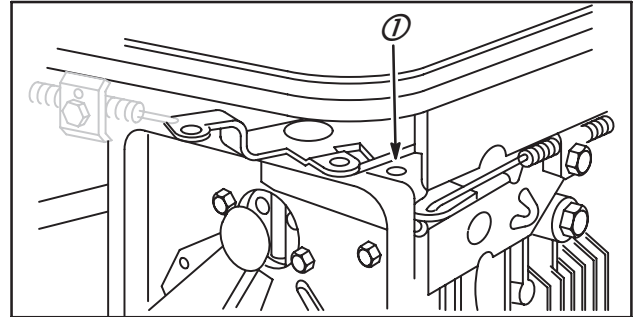

Fig. 11
1. Déplacer la commande jusqu'à ce qu'un foret de 3,18 mm de diamètre puisse être glissé dans le trou (1) du levier et de la plaque, voir Fig. 11.
2. Placer la commande en position RUN et installer le câble et le potet, Fig. 11.